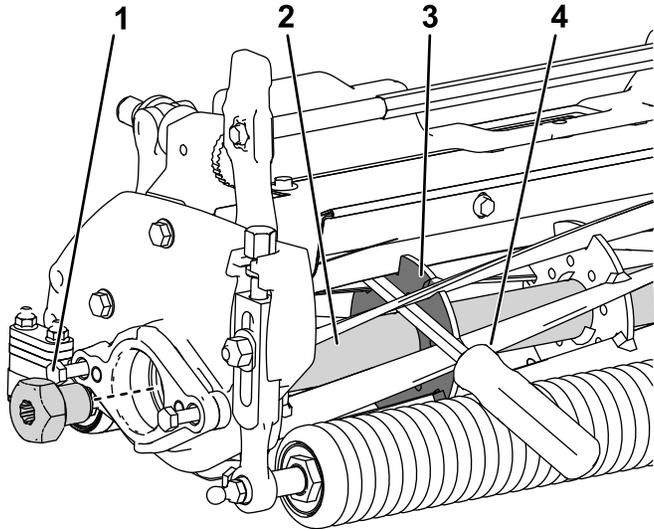

图 35
1. 将一根长柄撬棍建议尺寸为 0.95cm x 30.48cm 带螺丝刀柄插入滚刀组前面最靠近需要扭转的滚刀组一侧 **图 35**。
2. 将撬棍靠着滚刀支撑板的焊接侧 **图 35**。